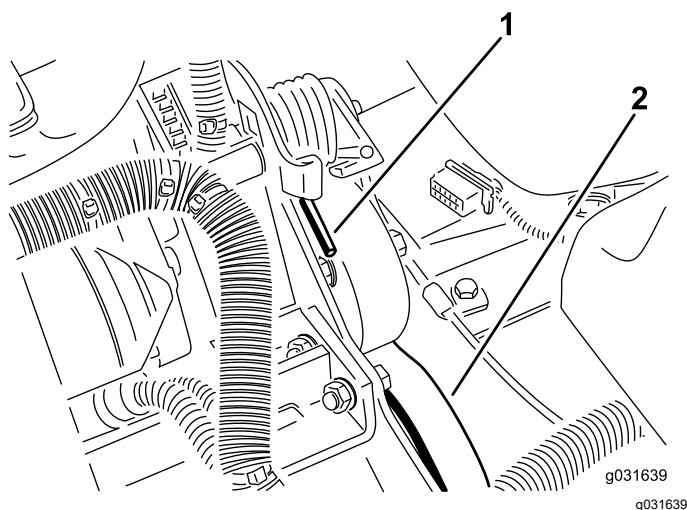

Рисунок 60
2. Нажмите вниз и вперед на конец пружины, чтобы вывести ее из зацепления с кронштейном и снять натяжение пружины (Рисунок 60).